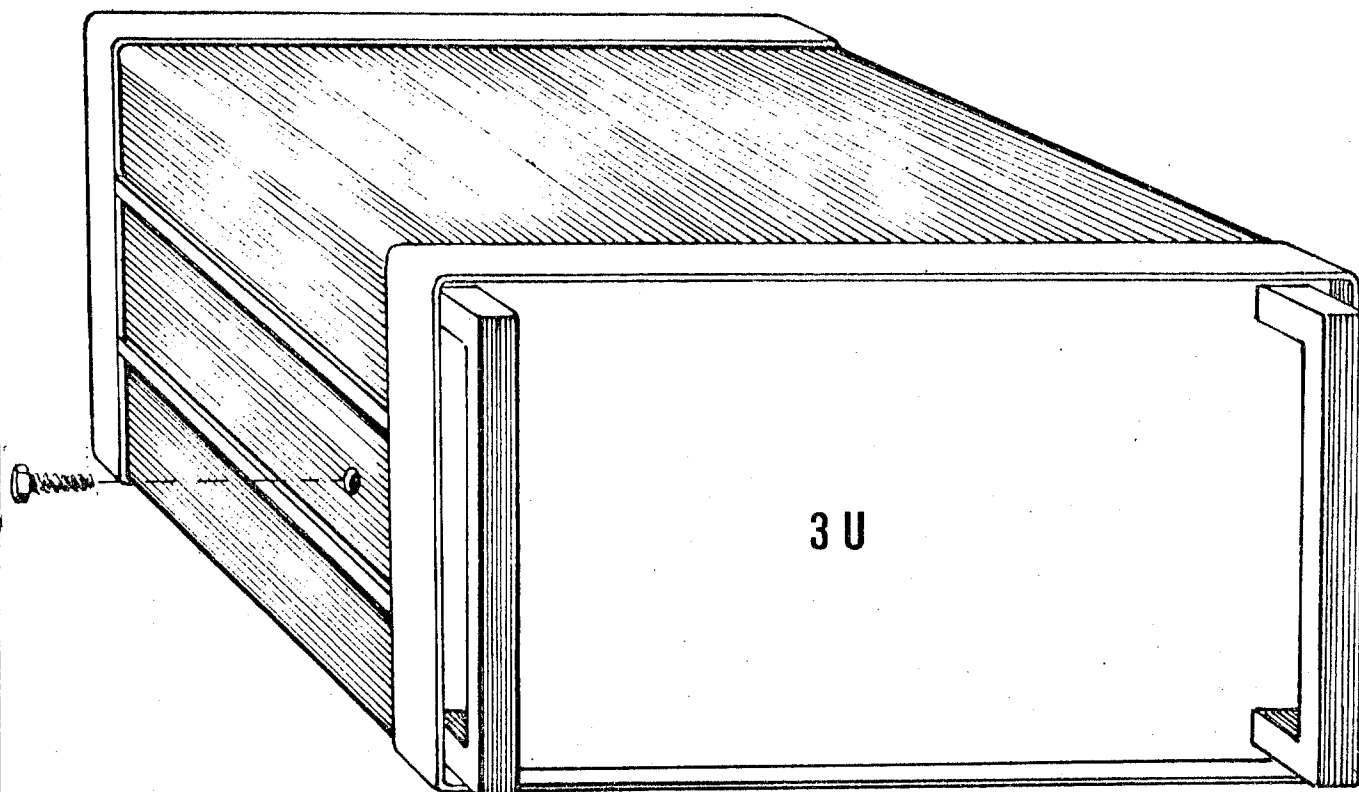

FIG 1
Sullo schermo di quest'ultimo apparirà la curva di risposta del circuito in esame (nell'esempio di pag. seguente, quella di un discriminatore F.M.; fig. 1). Regolare ora il comando PHASE (C) situato posteriormente fino a far sovrapporre le due tracce (fig.B) quindi includere di nuovo il Blanking (fig.C).
Togliere le 2 viti laterali come indicato nella fig 1